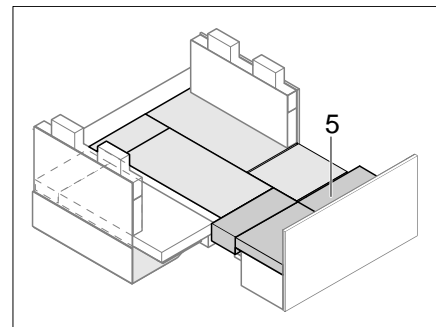

Bild 221 Nach dem Vergrößern
- Zusatzpolster (Bild 221,5) einlegen.